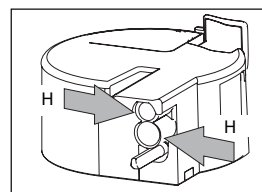
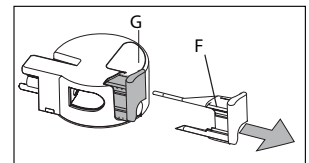

Fig. 46
Fig. 47
- ▶ Lave completamente todos os componentes com água quente e detergente suave. Certifique-se de que não há resíduos de leite no interior dos orifícios (Fig. 46) e na ranhura sobre a extremidade fina do regulador de espuma de leite (Fig. 47).